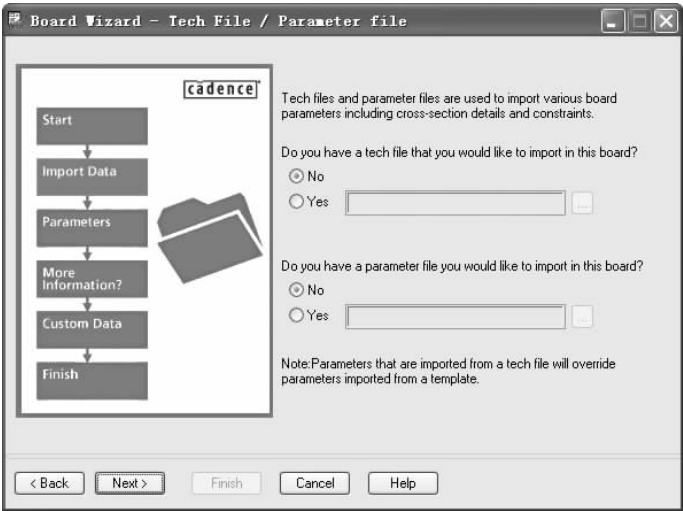

图 12-77 “Board Wizard - Tech File/Parameter file (板向导模板)” 对话框
6) 单击 **Next >** 按钮, 进入图 12-77 所示的对话框。两个选项均选择 “No (否)”, 表示不选择 Tech file 文件与 Parameter file 文件。